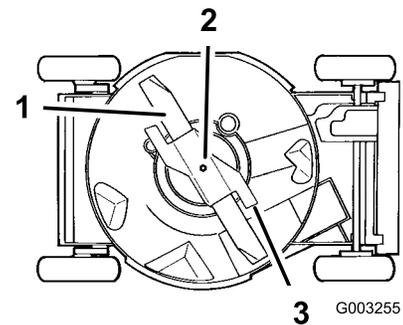

Figure 31
4. Basculez la tondeuse sur le côté **droit** (Figure 31).
Tenez la lame à son extrémité avec un chiffon ou un gant épais. Enlevez le boulon de lame, la rondelle de blocage, l'accélérateur et la lame (Figure 31).